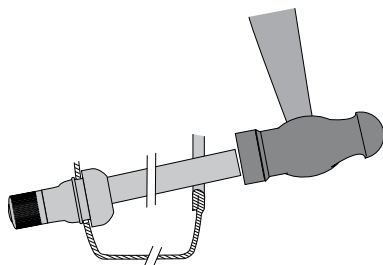

Figure 6 – Robinet en place
9. Frapper fortement l'extrémité du goujon avec un marteau pour enfoncer la valve en position. S'assurer que l'épaulement de la valve repose contre la tête du réservoir (le rebord autour du corps de la valve doit être complètement enfoncé dans le trou de la tête du réservoir – voir la Figure 6).